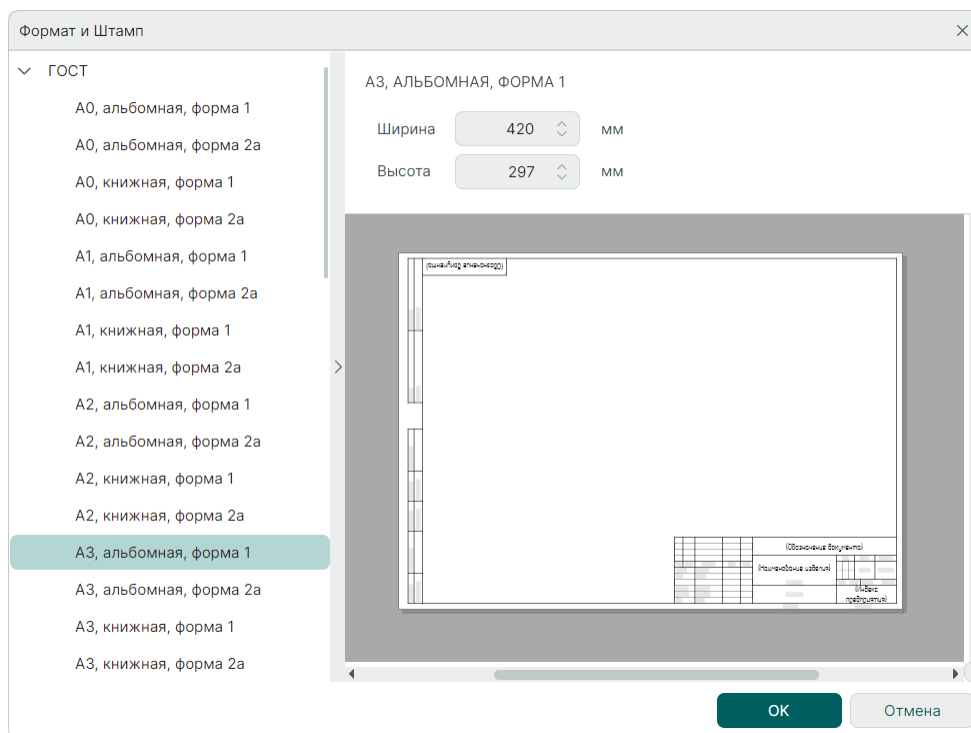

Рис. 18 Выбор формата для листа в окне «Формат и штамп»
5. Выберите необходимый формат листа из списка форматов оформления (сохраненных в системе) в левой части окна, см. Рис. 18.